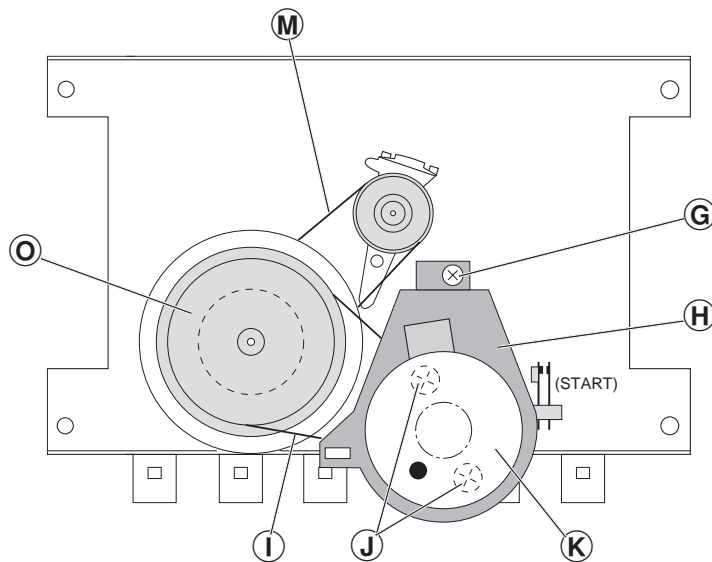
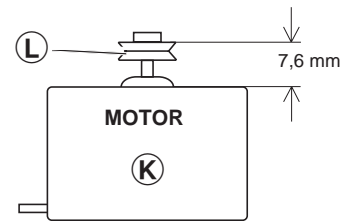
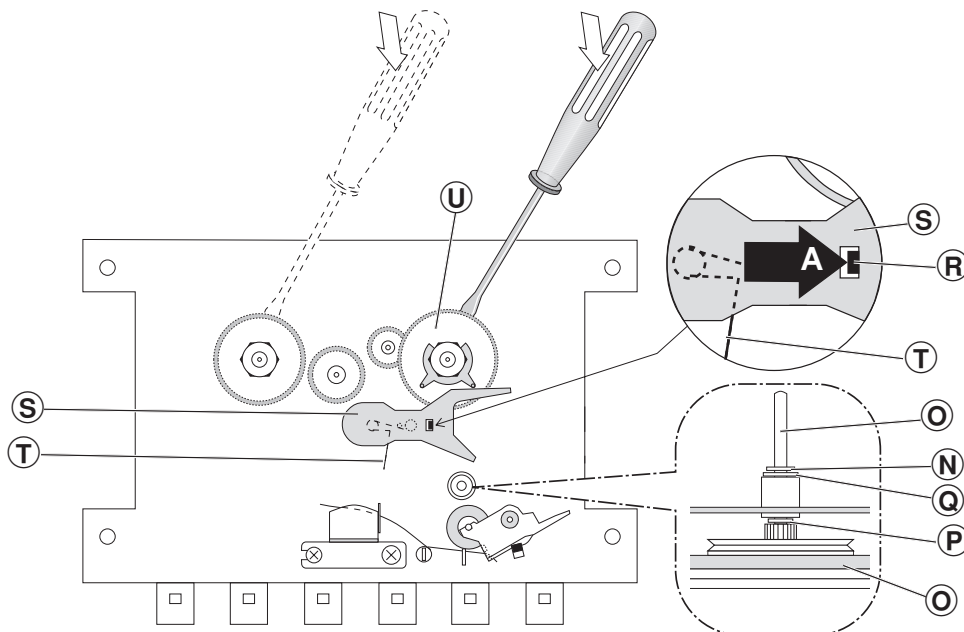

Fig. 3
Fig. 4
Fig. 5
3. Motor ausbauen, (Fig. 3 und 4)
- Schraube ⑥ herausdrehen.
- Motorhalter ⑧ (mit Motor) und Riemen ① abnehmen.
- Zwei Schrauben ② herausdrehen, Motor ③ (Einbaulage beachten) abnehmen und Motorzuleitungen ablöten (evtl. markieren).
- Vor dem Zusammenbau ist der Abstand zwischen der Oberkante der Riemenscheibe ④ und dem Motor ③ zu überprüfen (Fig. 4).
3. Removing the Motor, (Figs. 3 and 4)
- Undo the screw ⑥.
- Remove the motor holder ⑧ (with the motor) and the belt ①.
- Undo two screws ②, take out the motor ③ (note the motor mounting position) and unsolder the motor connecting leads (mark them, if necessary).
- Before refitting the motor, check the distance between the upper edge of the pulley ④ and the motor ③ (Fig. 4).
- Riemen ① und ② abnehmen (Fig. 3).
- Sperrscheibe ④ (Fig. 5) von der Tonwellenachse abziehen.
- Schwingscheibe ⑤ mit der Tonwelle aus dem Schwingscheibenlager herausnehmen. Achten Sie dabei auf die beiden Scheiben ⑥ und ⑦ (Fig. 5).
5. Vorlauf-Wickelteller ausbauen (Fig. 5)
- Rastnase ⑧ in Pfeilrichtung A drücken und Hebel ⑨ abnehmen, achten Sie dabei auf die Schenkelfeder ⑩.
- Vorlauf-Wickelteller ⑪ mit einem Schraubendreher abhebeln.
- Remove the drive belts ① and ② (Fig. 3).
- Remove the locking disc ④ (Fig. 5) from the capstan.
- Remove flywheel ⑤ complete with capstan from flywheel bearing. Take care of the two washers ⑥ and ⑦ (Fig. 5).
5. Dismantling of Spool Carrier -forward wind- (Fig. 5)
- Push the catch ⑧ in the direction of arrow A and take off lever ⑨, take care of leg spring ⑩.
- Lift off the spool carrier ⑪ (forward wind) by means of a screw driver.